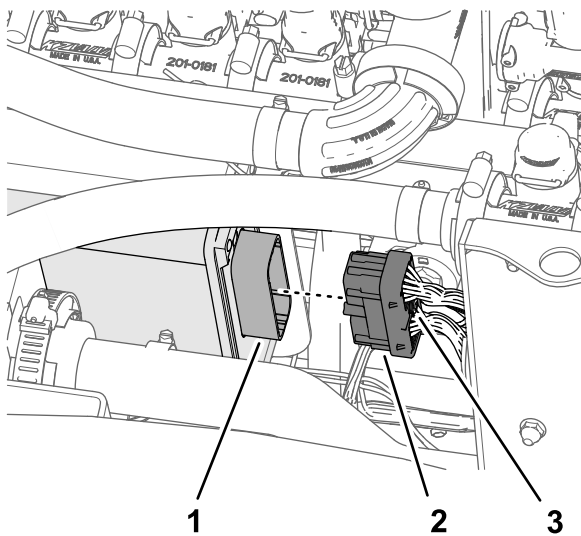

Figura 133
- Inserite il connettore a 40 prese della diramazione da 102 cm del cablaggio preassemblato del kit nel connettore a 40 pin del controller di irrorazione ASC 10 (Figura 133).
3. Avvitare manualmente la vite a testa zigrinata del connettore a 40 prese nel connettore ASC 10 (Figura 133).